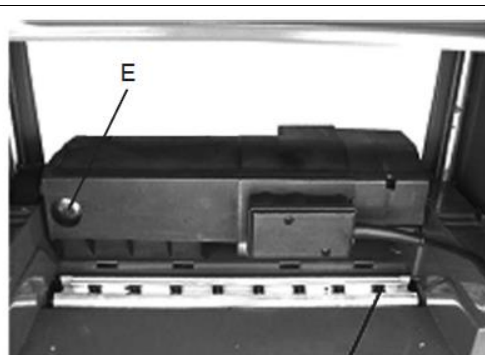
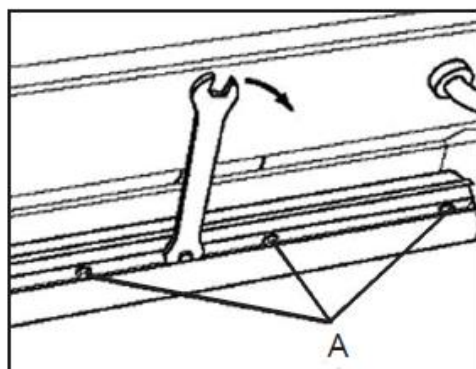

Рис. 12
Рис. 13
определенной высоте упрется в шаблон, затяните винты (Рис. 13 - А) в следующей последовательности: сначала крайние, затем средний, затем остальные.
- Полностью открутите все винты (Рис. 12, Рис. 13 - А) прижимной планки.